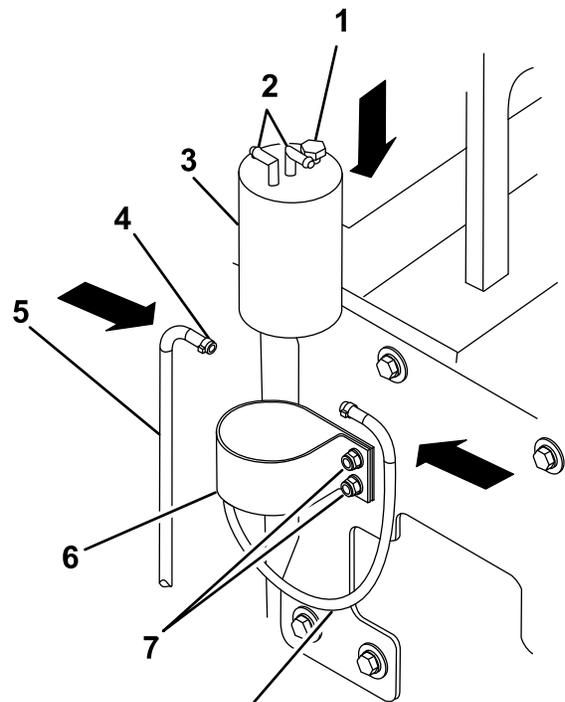

Figura 65
1. Retire el tapón de cabeza hexagonal del filtro de combustible/separador de agua de recambio (Figura 65).
5. Instale el nuevo cartucho en la abrazadera con el tapón de cabeza hexagonal hacia el protector térmico (Figura 65).
6. Apriete las tuercas que sujetan el cartucho del filtro/separador y la abrazadera al protector térmico (Figura 65).
7. Transfiera las mangueras y las abrazaderas, de una en una, desde el filtro/separador usado al cartucho de recambio. Coloque las mangueras sobre los acoplamiento de un cartucho de filtro/separador nuevo (Figura 65).